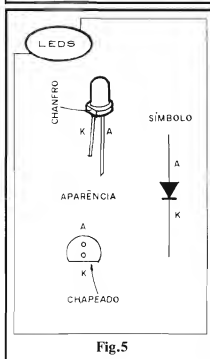

Fig. 5
**FIG. 5 - OS LEDs - DETALHES E ESTILIZAÇÃO** - Para benefício dos iniciantes, a figura traz a aparência, símbolo e estilização adotada nos "chapeados", dos LEDs comuns, redondos. Notar que nada impede - na verdade - a utilização de LEDs em outros formatos no **display** do VUS, porém, nossa recomendação (questão, talvez, de puro gosto pessoal...) é que LEDs **redondos** (ou no máximo, com cabeças quadradas, simples...) sejam aplicados. A disposição geral da "tela" matriciada, bem como a própria visualização, ficarão (na nossa opinião), "bregas" e "embaralhadas", se usados LEDs triangulares, em formato de setas, etc. Entretanto, gosto não se discute... Se o estimado Leitor/Hobbyista for do tipo de gruda no painel do carro aquelas moldurinhas com fotografias, fixadas por imã, com a inscrição "NÃO CORRA, PAPAI...", essas coisas, ficarão até "bem" um painel multi-colorido e multi-formatado no **display** do VUSCÓPIO...